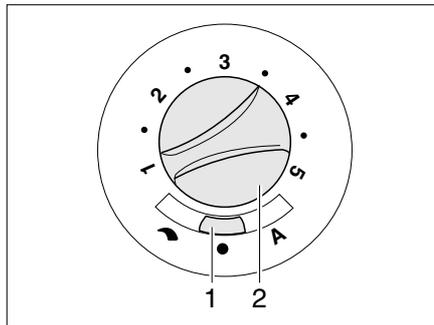

Bild 110 Bedienschalter für Umluftgebläse (12 V)
- Den Schiebeschalter (Bild 110,1) auf "☞" (Handregelung) oder "A" (Automatikbetrieb) stellen.
- Wenn am Schiebeschalter (Bild 110,1) "☞" (Handregelung) eingestellt ist: Mit dem Drehknopf (Bild 110,2) die gewünschte Leistung des Umluftgebläses einstellen.
- Den Schiebeschalter (Bild 110,1) auf "●" (Aus) stellen. Bei Heizbetrieb ist diese Schalterstellung außer Funktion.